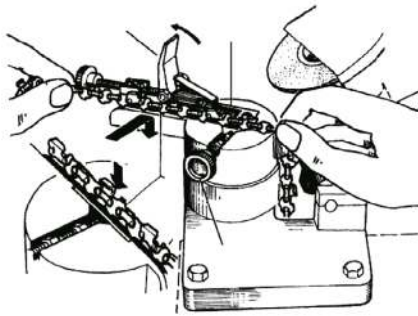

Рис. 8
Перед подключением станка к сети, убедитесь что выключатель находится в положении «выкл». Установите цепь направляющими звеньями в ручей (12) (Рис. 8), как показано на (Рис. 8), отведя установочный клин (8) (Рис. 8) в сторону и ослабив крепёжный винт (6).